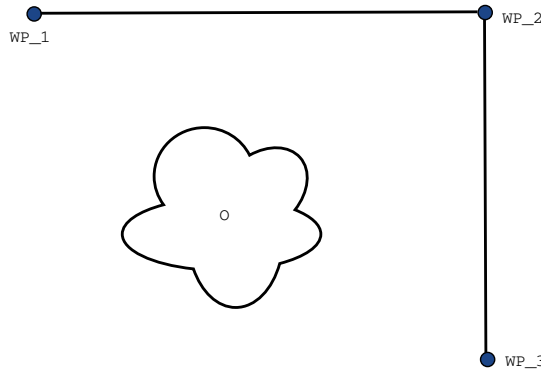

Figure 14.2: WP\_1: начальное положение, WP\_2: промежуточная точка, WP\_3: положение захвата, O: препятствие.
Пример Рассмотрим операцию захвата и перемещения в качестве примера (см. рисунок 14.2), где робот в настоящий момент находится в контрольной точке 1 (WP\_1) и должен выполнить захват объекта в контрольной точке 3 (WP\_3). Во избежание столкновений с объектом и другими препятствиями (O) робот должен двигаться к WP\_3 в направлении из контрольной точки 2 (WP\_2). Таким образом, три контрольных точки участвуют в создании пути, удовлетворяющего требованиям.